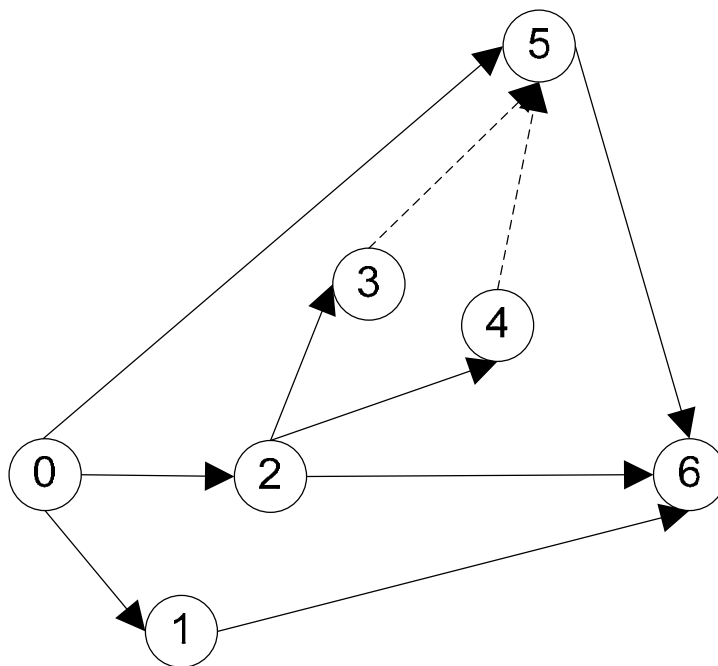

Рис. 1. Сетевая модель (график, сеть)
*Сетевая модель (график, граф, сеть)* представляет собой графическую модель, в которой изображаются взаимосвязи и результаты всех работ планируемого проекта (рис. 1).